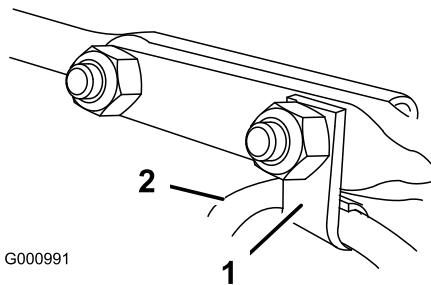

Figure 8
- Insérez le clip qui supporte le câble du déflecteur sur le boulon avant, et fixez les boulons avec les contre-écrous fournis (Figure 8).